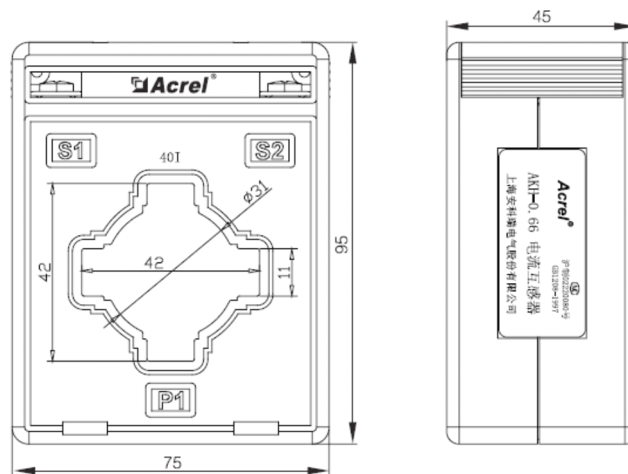

图 7 250A 规格电流互感器外形尺寸
5.4.2 250A 规格电流互感器外形尺寸如图 7 所示（单位：mm）：